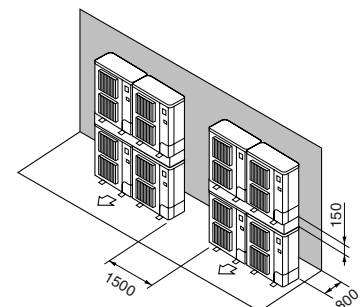

Fig. 2-14
- ⑦ Disposição de unidades sobrepostas (Fig. 2-14)